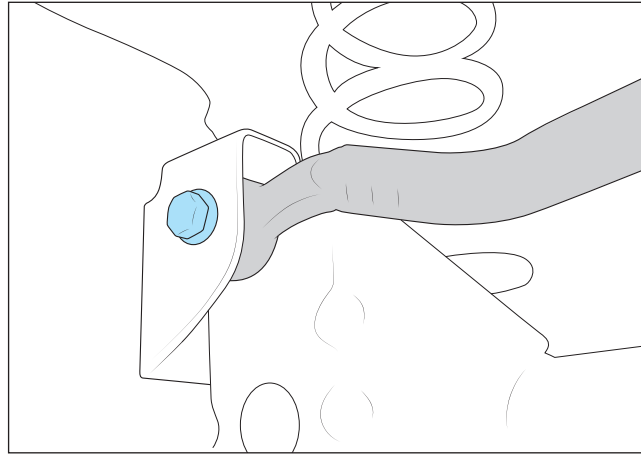

Abbildung 10
14. Achsseitige Panhardstabschraube entfernen und aufbewahren (Abb. 10).